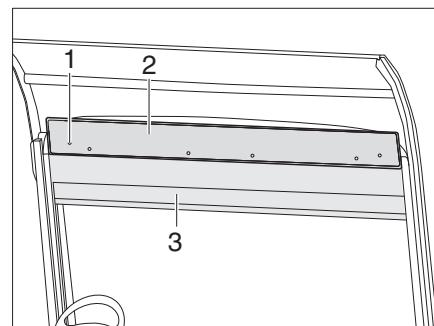

Fig. 84 Funzione di emergenza tenda a rullo
**Chiusura:** ■ Premere il tasto (Fig. 82/2). La tenda a rullo (Fig. 84/3) per il parabrezza si sposta verso il basso.
**Apertura:** ■ Premere il tasto (Fig. 82/1). La tenda a rullo (Fig. 84/3) per il parabrezza si sposta verso l'alto.
- Svitare le 6 viti (Fig. 84/1) dalla cassetta della tenda e togliere il coperchio (Fig. 84/2).
- Agganciare la manovella a uno dei due motori e sollevare o abbassare la tenda a rullo (Fig. 84/3).